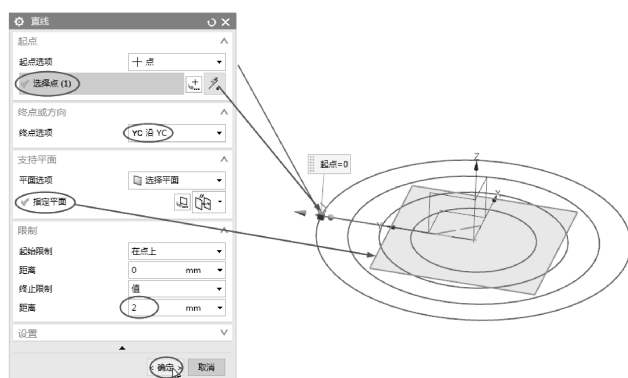

图 5-108 创建直线
- 08 同理, 利用【直线】命令在 XC-YC 基准平面上创建长度为 2 的直线, 如图 5-108 所示。